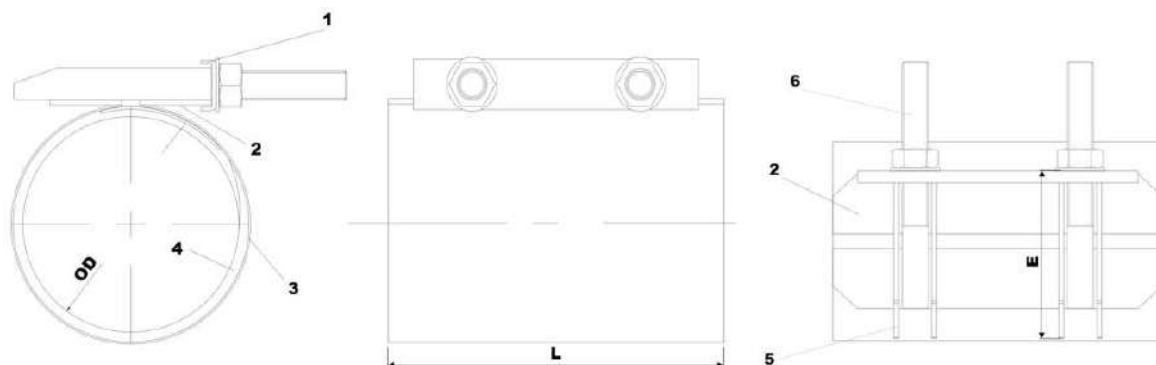

Рис.1 Хомут ремонтный нержавеющей стали.
Таблица №2. Спецификация материалов хомутов (Рис.1).
4.1. Хомут ремонтный состоит из бандаж, замка, листового уплотнения и крепежного комплекта (Рис.1).